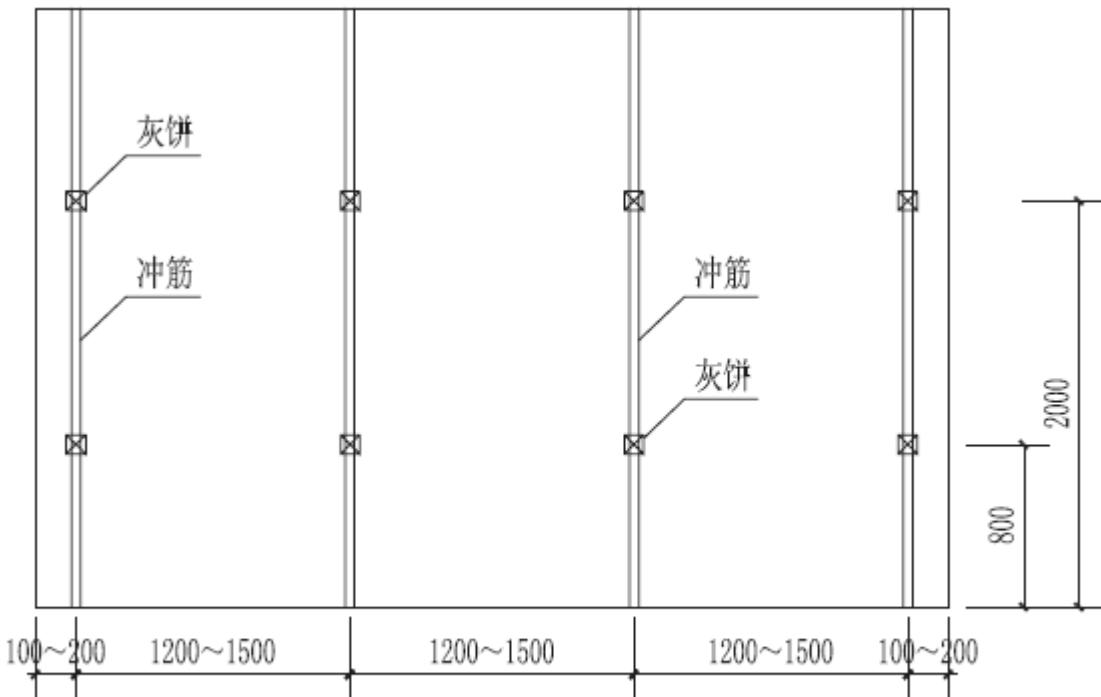

图5-1 灰饼、冲筋布置图
(1) 不同基层材质交界部位应贴 160g/m² 耐碱网格布，以防止开裂。
(2) 先在不同基层材质交界部位涂抹轻质抹灰石膏，然后将预先裁好的 500mm 宽耐碱网格布压入轻质抹灰石膏中，压实抹平。
5) 做灰饼（见图 5-1）
6) 冲筋 (见图 5-1)